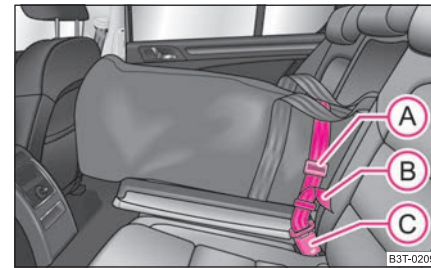

Abb. 106 Sicherung des Durchladesacks am mittlerem Gurtschloss der Rücklehne
- Stecken Sie den Sicherungsgurt des Durchladesacks **(A)** in das mittlere Gurtschloss **(C)** ⇒ Abb. 106.